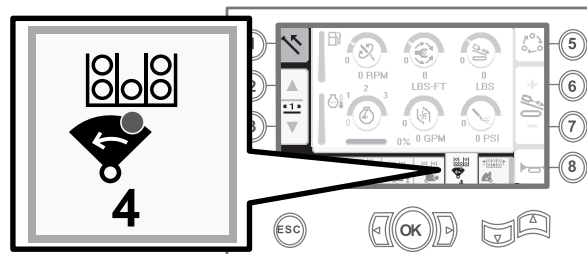

Figure 16
8. Relâchez l'interrupteur à bascule pour passer à l'étape suivante dans la séquence (Figure 16).